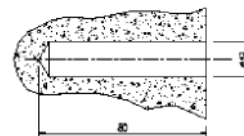

Рисунок 2
6. Просверлите отверстия – 80 mm (рисунок 2); используйте сверла для бетона – 13 mm.